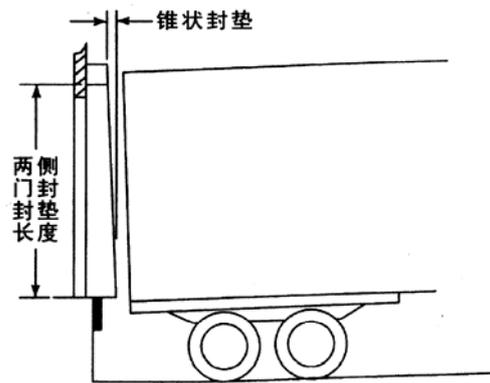

图 49
- 装卸区地面坡度大于 2% 时，应使用锥壮封垫（图 49）。坡度每增加一个百分点，封垫顶部厚度比底部厚度应小 2.5 厘米。